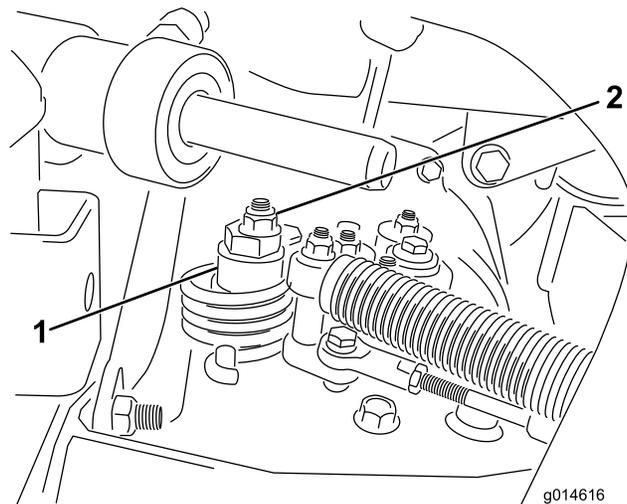

Рисунок 48
- А. Ослабьте гайку крепления эксцентрика к верхней части гидростата (Рисунок 48).
- С. Поворачивайте эксцентрик до тех пор, пока не прекратится медленное вращение в любом направлении. Когда колесо перестанет вращаться, затяните гайку, которая фиксирует эксцентрик и регулировку (Рисунок 48). Проверьте регулировку в положениях